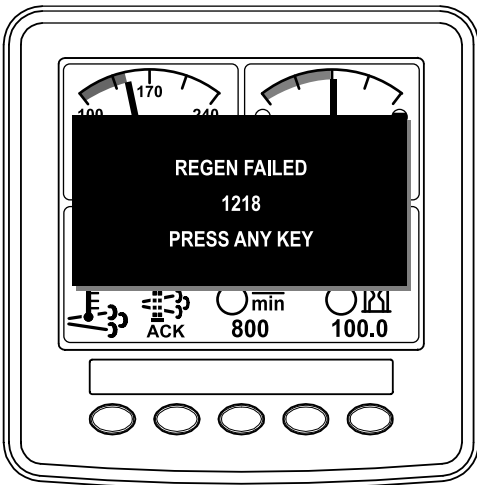

Bild 63
**Hinweis:** Wenn die Regenerierung nicht abgeschlossen wird, wird im InfoCenter „Advisory #1218“ (Bild 63) angezeigt. Drücken Sie eine beliebige Taste, um den Homebildschirm anzuzeigen.